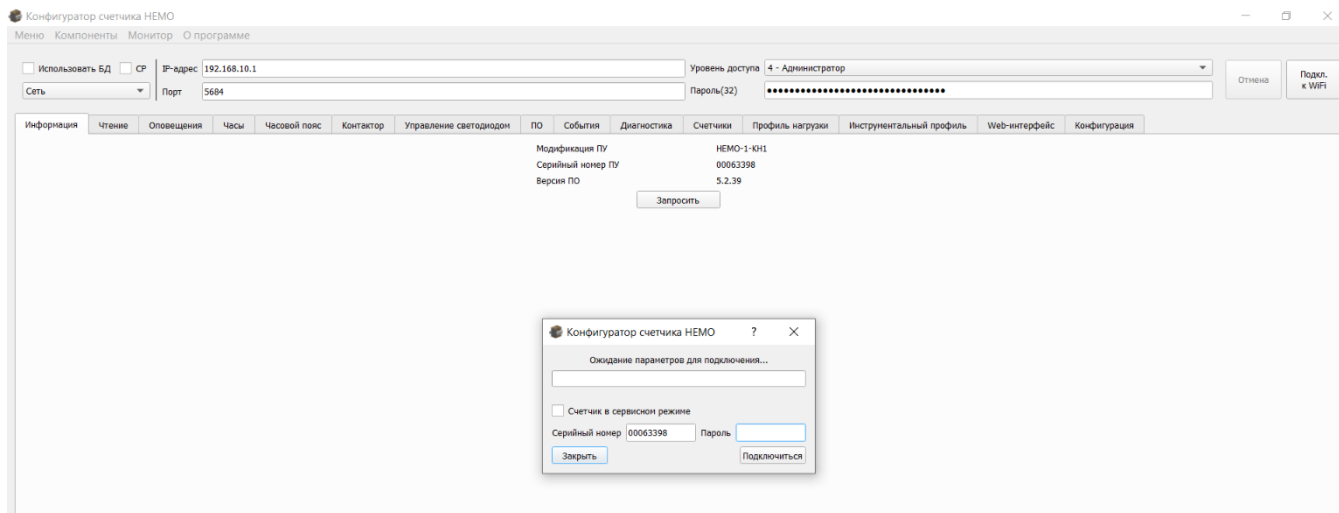

Рисунок 11
- открыть конфигуратор «Тинкер», далее необходимо нажать на кнопку «Подкл. Wi-Fi», см. Рисунок 11. (Для автоматической подстановки паролей из базы данных, необходимо установить галочку «Использовать БД» и ввести серийный номер счетчика), см. Рисунок 11.